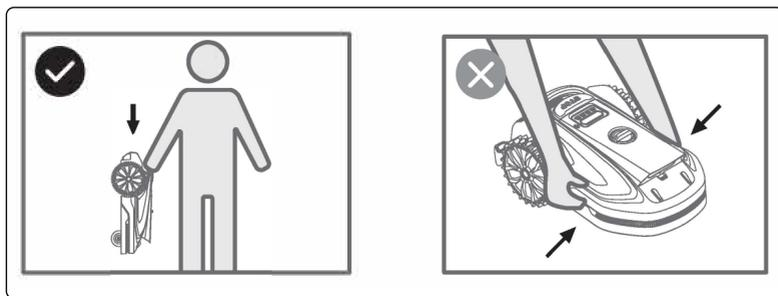

Рис. 37
- Как правильно перемещать или поднимать газонокосилку (Рис. 37).